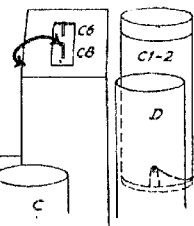

Fig.2
3. CB kortsluiten (zie fig.2).